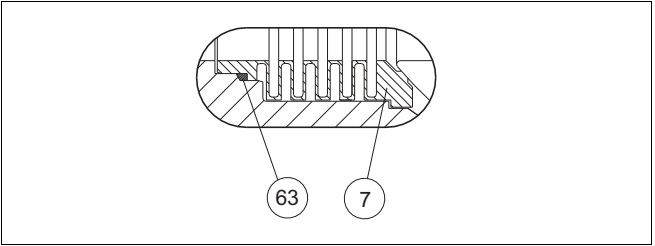

图. 18 H 阀座
- 将上密封（63）放入阀座（7）中。请参见图 18。
- 通过位于两端的执行机构止动螺钉，调节球体的打开和关闭位置（请参见图 18）。通过阀体流道孔，可看到准确的打开位置。检查并确认执行机构上的黄色箭头可指示球体流道开口位置。使手指远离流道孔！